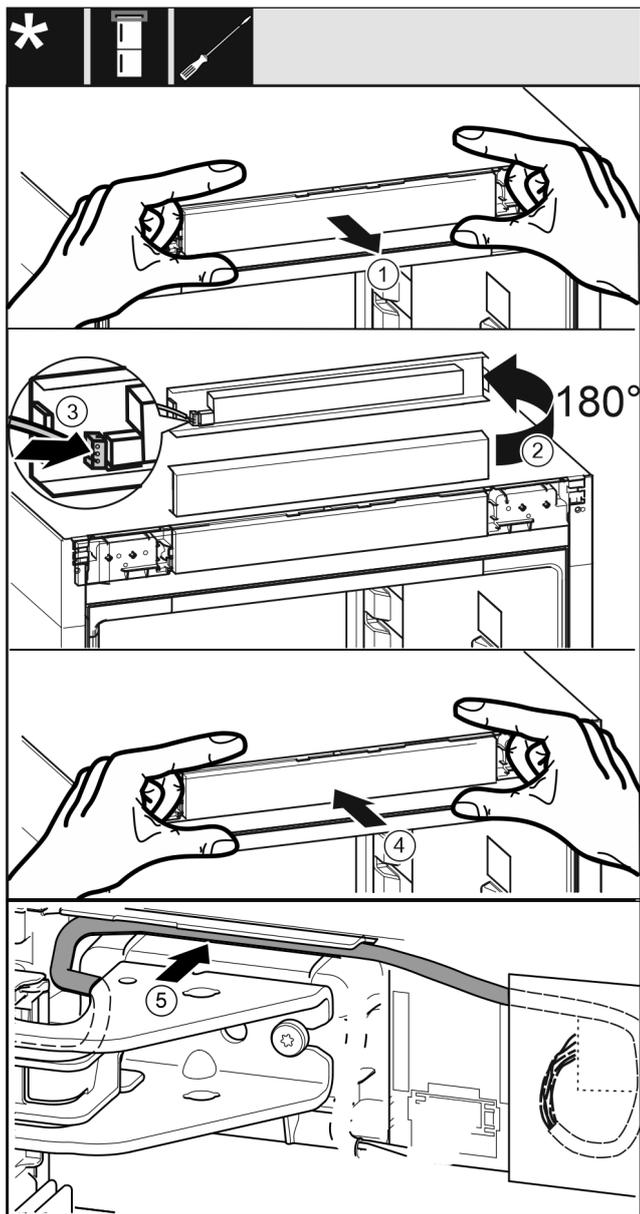

Fig. 32
- ▶ Oprezno izvucite masku za rukovanje. Fig. 32 (1)
- ▶ Okrenite masku za 180° prema gore. Fig. 32 (2)
- ▶ Uglavite utikač na masku s upravljačkim dijelom. Fig. 32 (3)
- ▶ Masku za rukovanje ponovo uglavite na uređaju. Fig. 32 (4)
- ▶ Oprezno položite sivi kabel u vodilicu iznad gornjeg podloška ležaja. Fig. 32 (5)